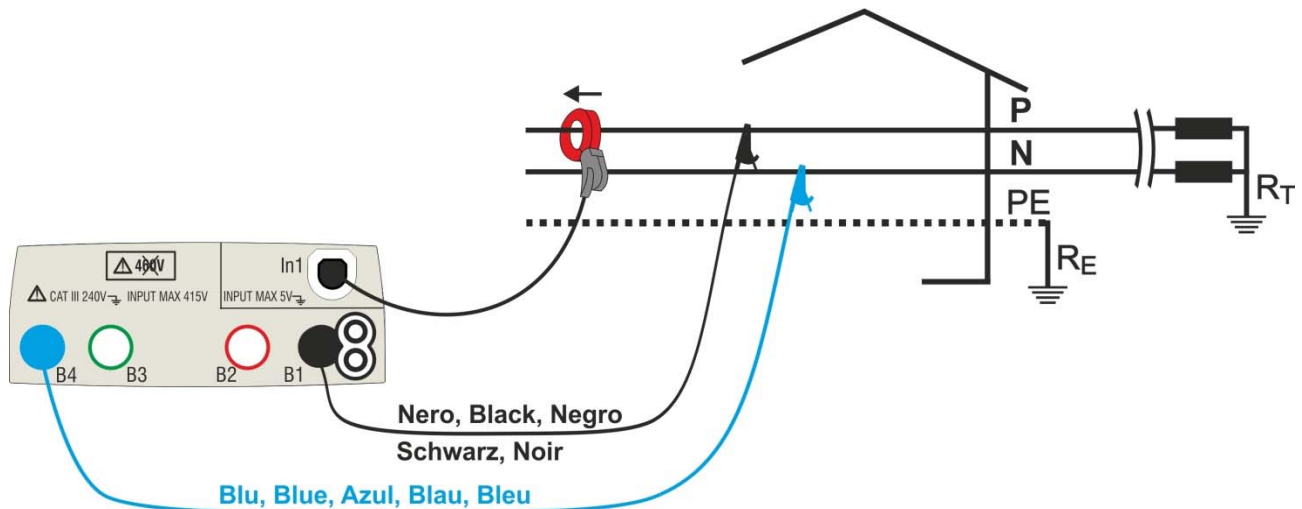
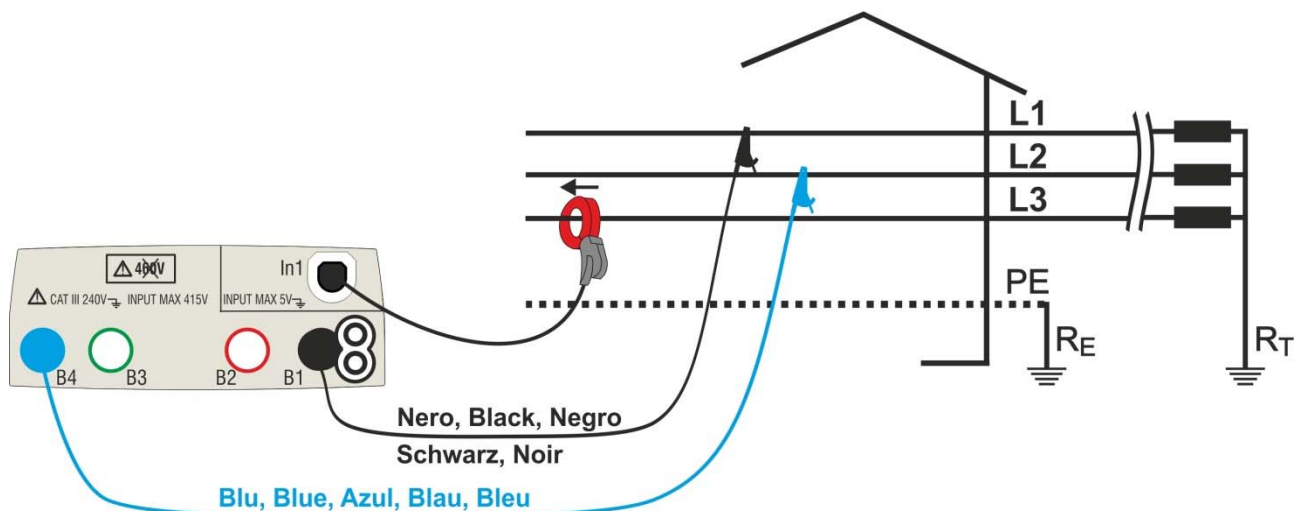

Abb. 32: Messung im 1-Phasen System
Abb. 33: Messung im 3-Phasen System
4. Stecken Sie den blauen und den schwarzen Stecker in die entsprechenden Eingangsbuchsen **B4**, **B1** des Instruments. Verbinden Sie das andere Ende der Kabel mit den entsprechenden Krokodilklemmen oder Prüfspitzen. (siehe Abbildung 33 und 34) Verbinden Sie das Kabel der Stromzange mit dem Eingang **In1** des Instruments und legen Sie die Stromzange um die zu messende Phase. Der Pfeil auf dem Stromwandler muss der Richtung folgen, in die der Strom fließt (in der Regel vom Generator zum Verbraucher) wie in Abb. 32 und 33 gezeigt